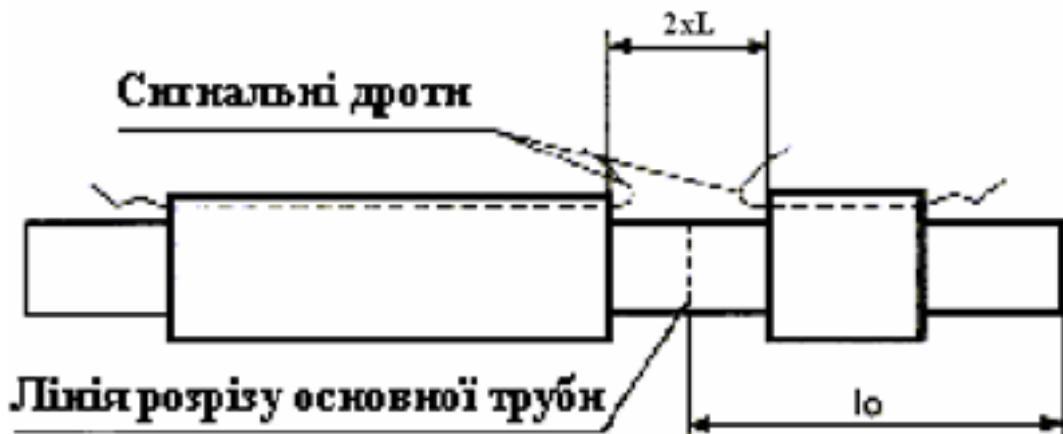

Рис. 12 Розрізання попередньоізольованої труби
- розрізати сталеву труbu (рис. 12) і підготувати торці до зварювання.